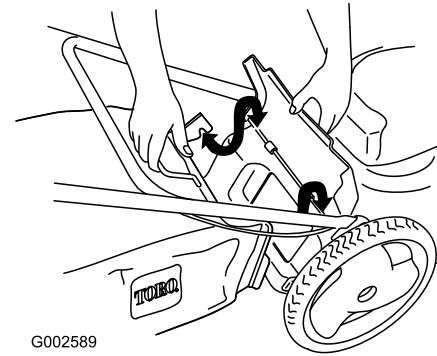

Figura 21
3. Instale la bolsa sobre la varilla de la puerta (Figura 21).